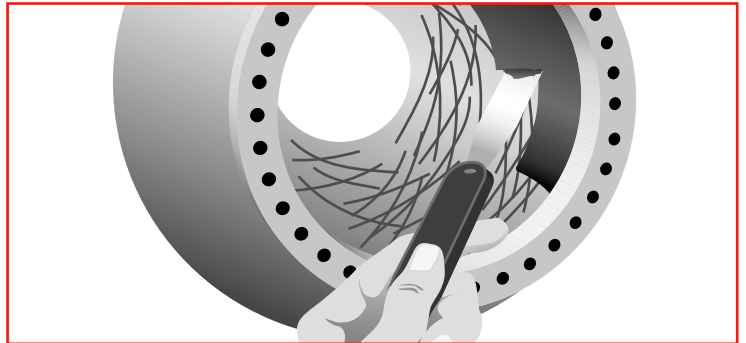

Figura 40. La pasta epóxica es usada para reconstruir las áreas gastadas del difusor.
**2. Reconstruya las ranuras** y áreas gastadas en el interior del cuerpo aplicando un recubrimiento epóxico. Para evitar atrapar burbujas de aire, use una espátula de plástico o metal para aplicar un recubrimiento delgado en todas las caras de las cavidades. (Vea la figura 40).